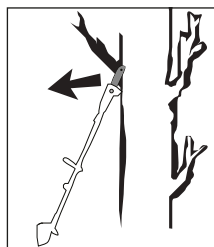

Fig. 2
- Il contraccolpo può verificarsi se la punta della lama **16** tocca un oggetto o se il legno si piega e la catena della sega **17** si incastra nel taglio (vedere fig. 2).